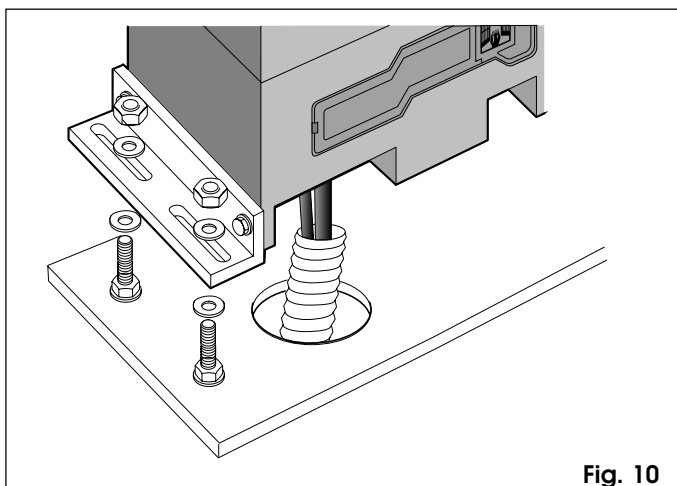

Fig. 10
- 3) Placer l'opérateur sur la plaque en utilisant les rondelles et les écrous fournis, conformément à la Fig. 10.